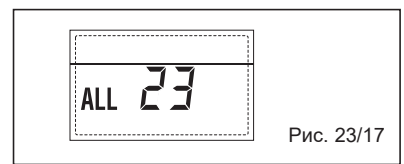

Рис. 23/17
– НЕПОЛАДКА ПОЛОМКИ ДАТЧИКА СОЛНЕЧНОГО КОЛЛЕКТОРА S1 “ALL 24” (Рис. 23/18)